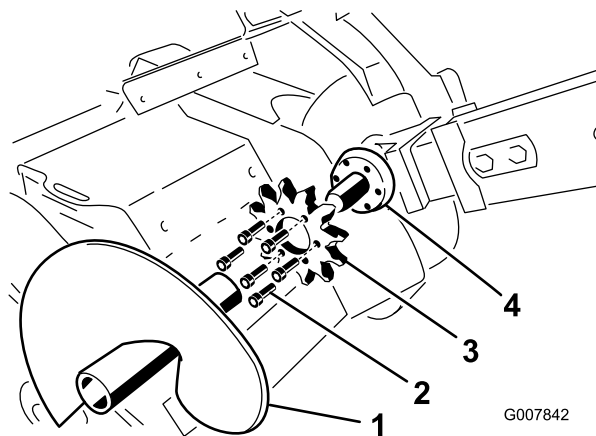

Figure 64
4. Enlevez la tarière de déblayage (Figure 64).
9. Enlevez les 6 boulons de fixation du pignon d'entraînement (Figure 64).
10. Déposez le pignon d'entraînement et mettez-le au rebut (Figure 64).
11. Nettoyez la surface de montage du pignon sur la trancheuse (Figure 64).
12. Glissez le nouveau pignon d'entraînement sur l'arbre (Figure 64).
13. Vissez les 6 boulons de fixation dans le pignon d'entraînement à la main (Figure 64).